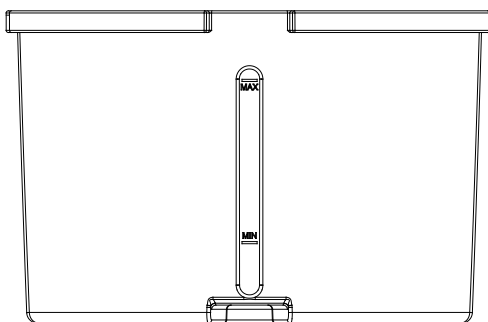

Fig.5
- Para el llenado manual de agua, por favor tenga en cuenta el indicador de nivel en la parte delantera del refrigerador de aire (Fig. 5).
- No llene el agua más allá del nivel máximo de agua (Fig. 5).